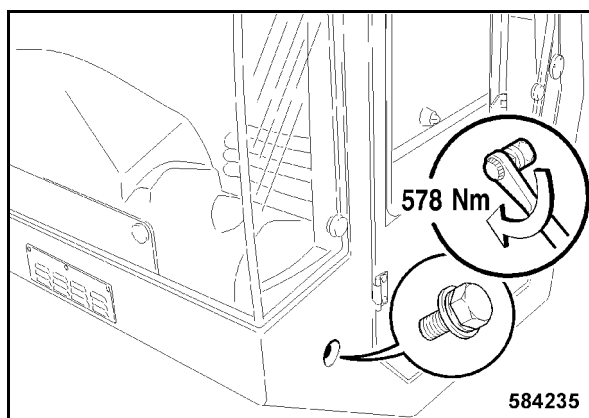

Bild 197
- Kiristä edessä, sivussa oleva kiinnitysruuvi vasemmalta 578 Nm:llä (Bild 197).